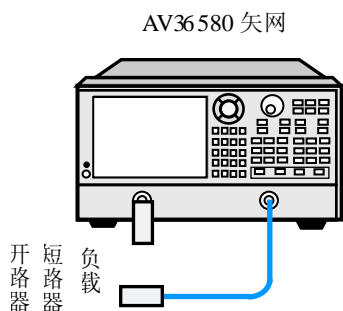
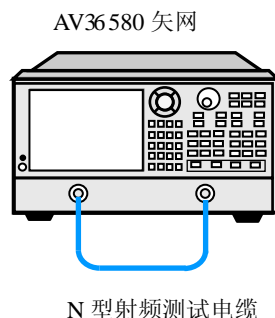

图 14-6 全二端口校准连接框图一
图 14-7 全二端口校准连接框图二
- a) 按图 14-6 所示连接系统，预热 90 分钟以上。
- c) 按照图 14-6 所示在端口 1 连接开路器，端口 2 校准电缆上连接开路器，分别完成两个端口的“开路”校准；在端口 1 连接短路器，在端口 2 校准电缆上连接短路器，分别完成两个端口的“短路”校准；在端口 1 和端口 2 同时连接负载，完成“负载”校准，按照图 14-7 所示连接，进行直通校准，完成“全双端口 SOLT”。
- d) 保持图 14-7 所示的电缆连接方式不变，设置“测量”参数为“S12”，设置“比例”为“0.1dB”。
- g) 保持图 14-7 所示的电缆连接方式不变，设置“测量”参数为“S11”。